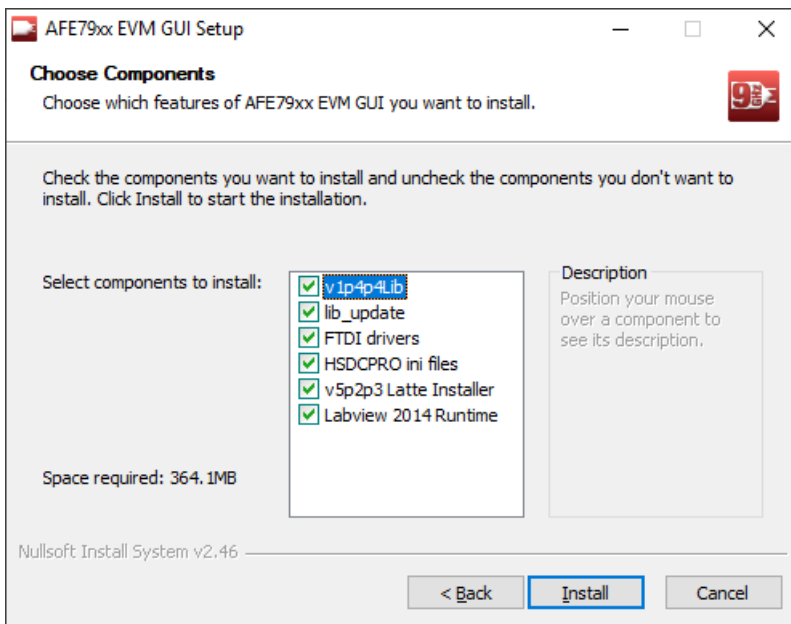

图 3-1. Latte 安装程序选项
2. 安装 AFE79xxEVM_GUI_Vxxxxxx.exe。按照 图 3-1 中所示的安装程序执行过程中的所有说明进行操作。将安装以下应用程序：